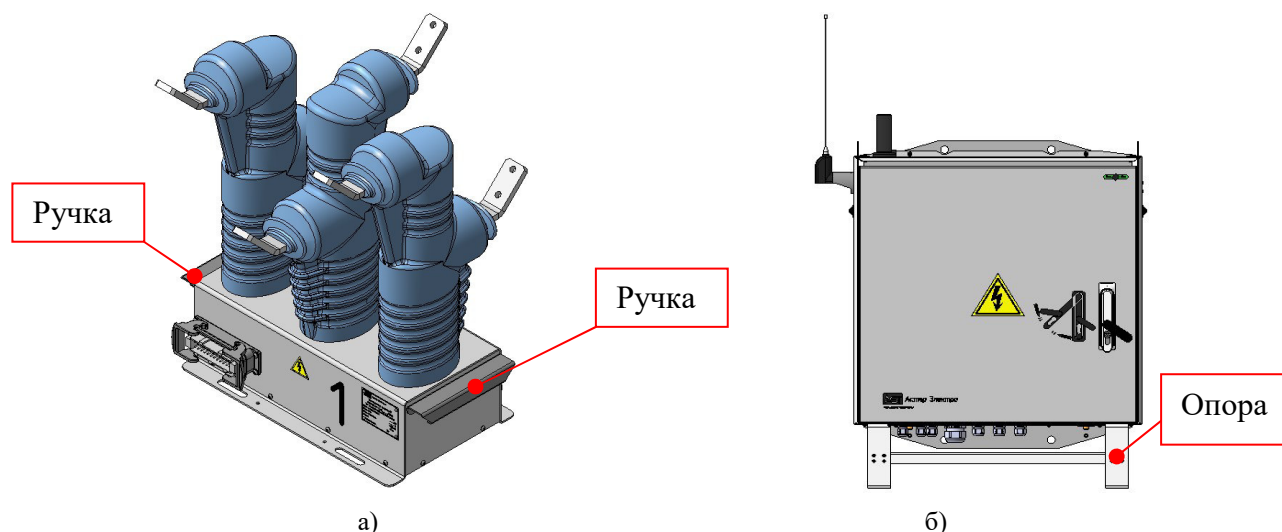

Рисунок 2.2 — Съёмные элементы: (а) ВВ; (б) ШПС.
**После окончания монтажных работ металлоконструкций и устройств допускается демонтировать ручки ВВ (см. рис. 2.2.а) и опору ШПС (см. рис.2.2.б).**